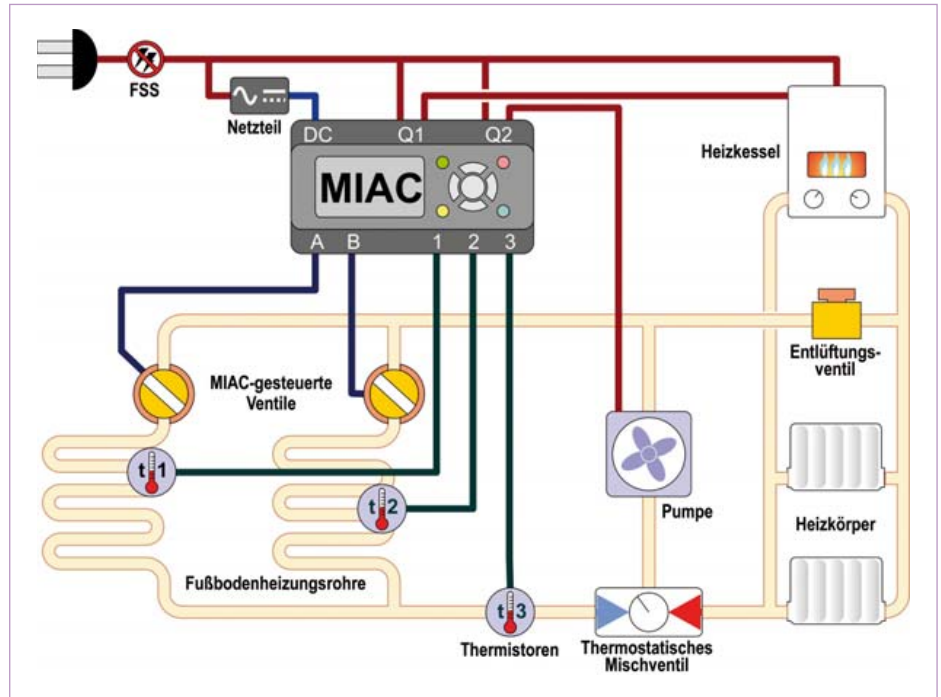

Bild 1. Prinzip einer Heizungsanlage auf Basis einer MIAC-Steuerung.
Einen häufig verwendeten (nichtinvertierenden) Verstärker zeigt **Bild 1**. Bei dieser Schaltung bestimmen die Werte der Gegenkopplungswiderstände R und R1 den Verstärkungsfaktor:
**Bild 1** zeigt den prinzipiellen Aufbau einer Heizung mit zwei Rohrschleifen im Fußbo-